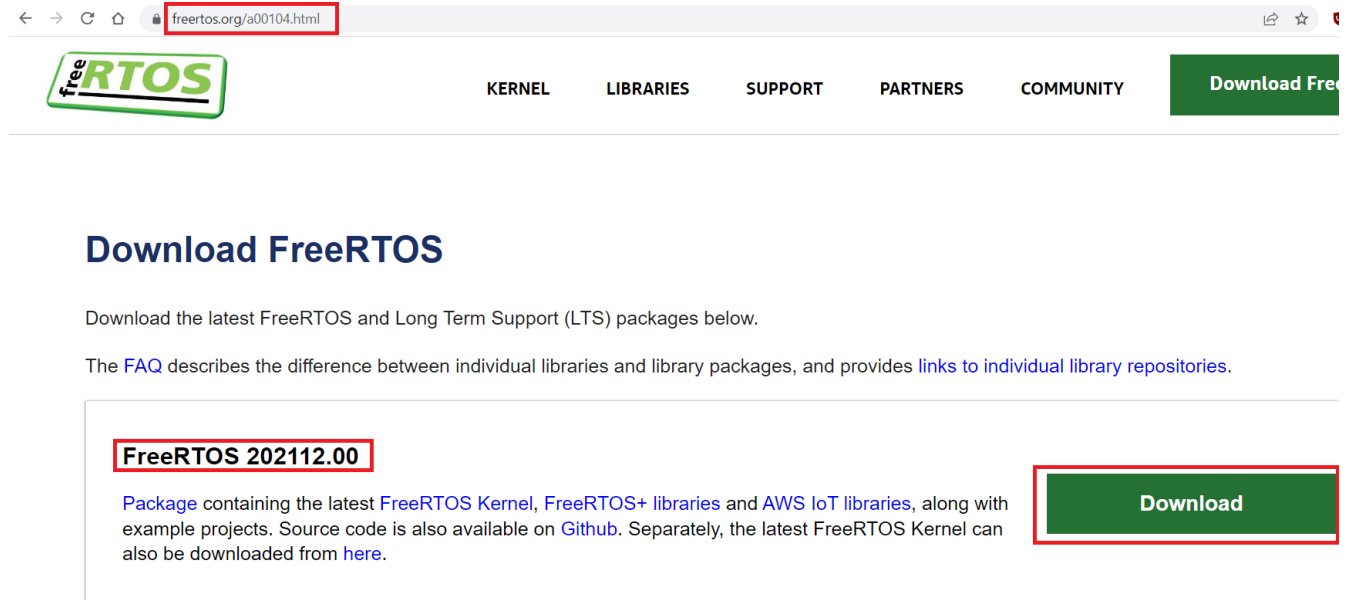

图 2-2. FreeRTOS 下载站点
2. 从此处的官方下载来源下载最新版本的 FreeRTOS。截至发布本应用报告时，FreeRTOS 的最新版本为 202112.00，如图 2-2 所示。本应用报告中提供的所有示例均已使用该版本创建和验证。